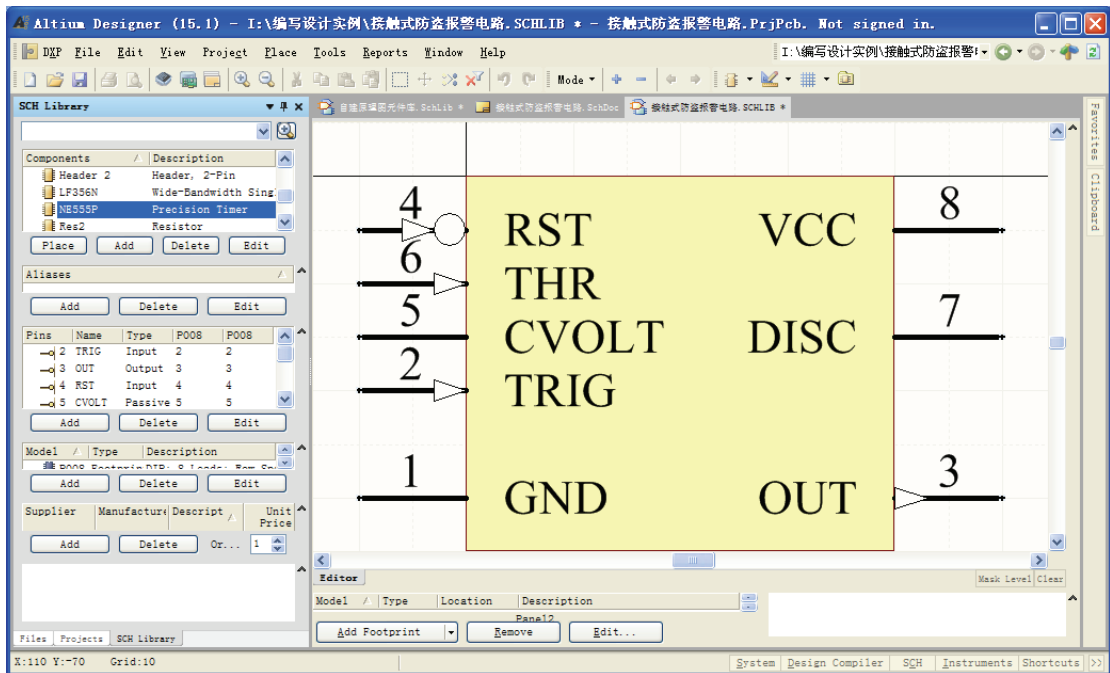

图 4-39 原理图库元件编辑器
(2) 执行菜单命令【Design】→【Make Project Library】，确认后系统即可生成与项目名称相同的元件库文件，并弹出原理图库元件编辑器编辑画面，如图 4-39 所示。